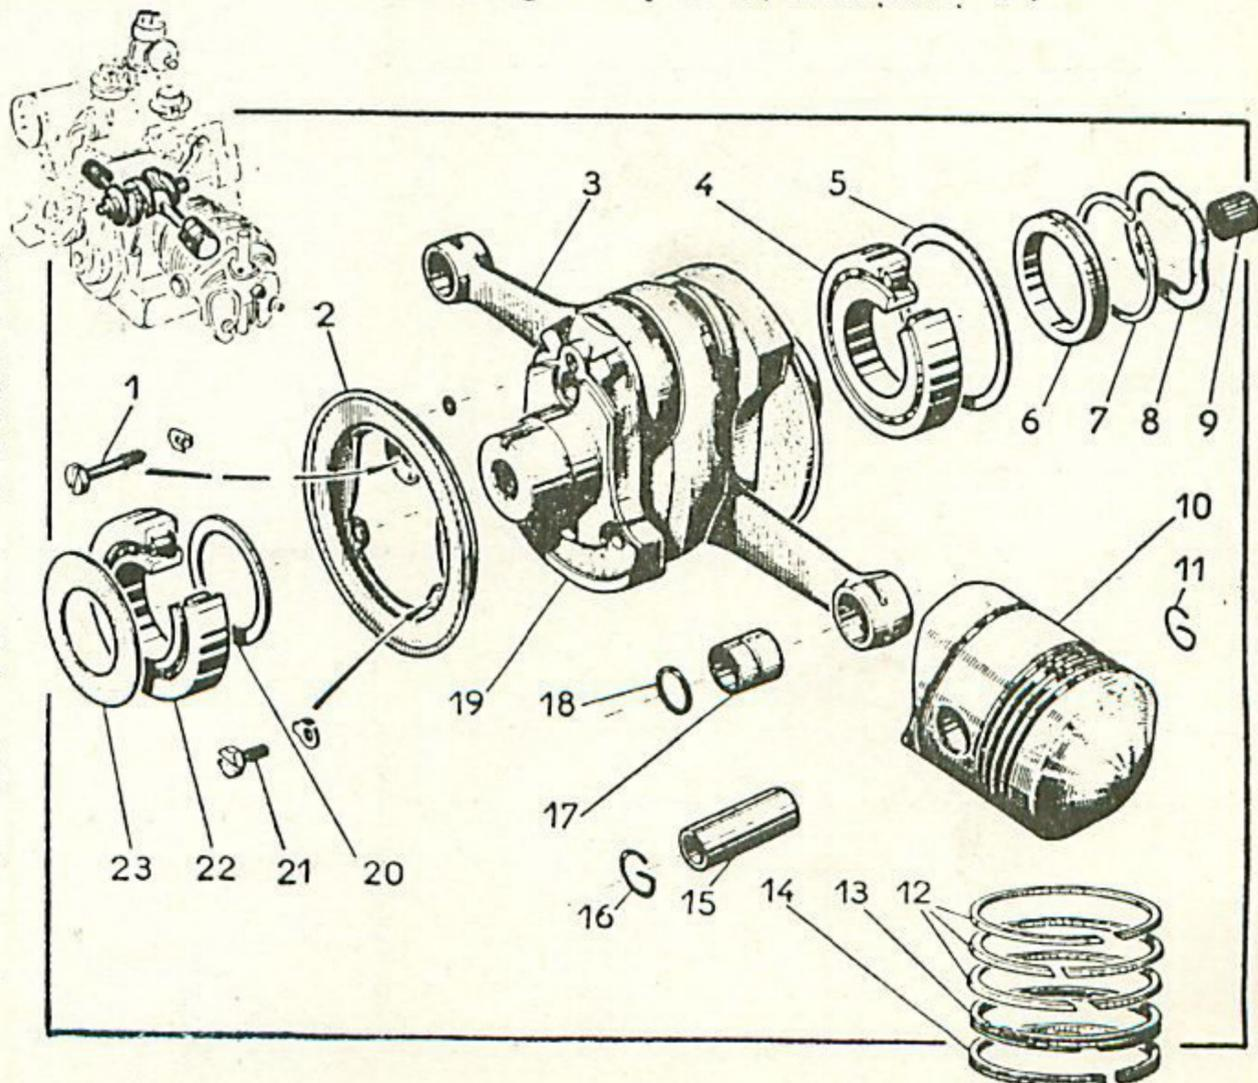

Fig. 15. - Embiellage.
- Monter la bague intérieure des roulements AV et AR, la bague porte-segment (6) (fig. 15) et son segment d'étanchéité (7) ; la rondelle élastique (8), et enfin, la cartouche Nadella (9) de centrage de l'embrayage (16 aiguilles).